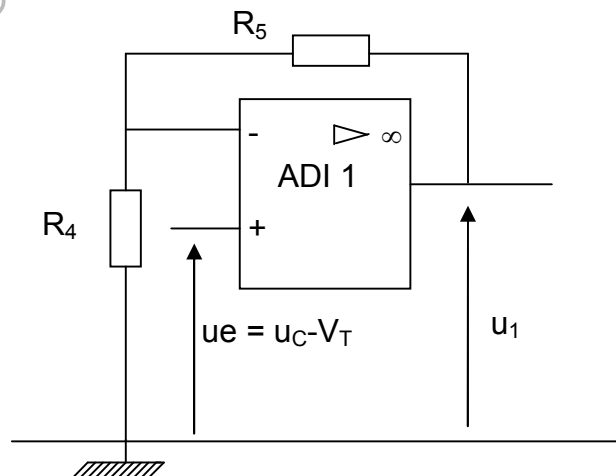

FIGURE 3
A.2.1 Élaboration de la tension u_1 (figure 3).